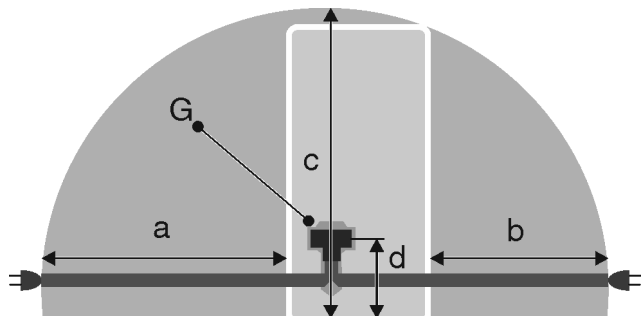

Fig. 23 Kombinacije hladnjaka/zamrzivača / zamrzivači / hladnjaci bez zamrzivačaBioFresh
- Utičnica se ne nalazi iza uređaja, nego u područjima a ili b Fig. 23 (a, b, c).
- ▶ Utikač uređaja Fig. 23 (G) utaknite na stražnju stranu uređaja. Pripazite da ispravno uskoči.